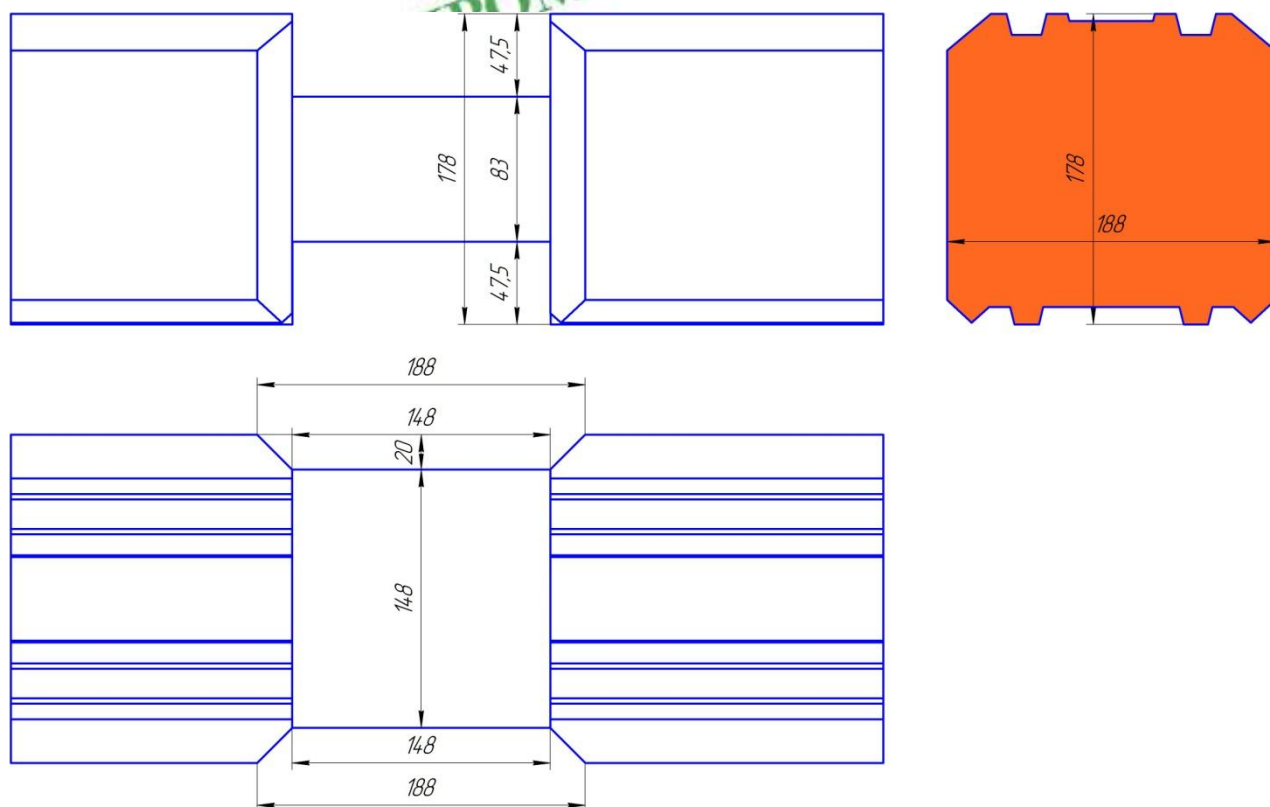

Рис. 19. Пример настройки на профильный брус с замком под 45 градусов.
- вертикальные фрезы устанавливаются так же в одной плоскости для обработки прямого замка и замка с углом 45 градусов (рис. 19), при этом торец цилиндрической фрезы по своей базе должен совпадать с торцами горизонтальных фрез, находится с ними в одной плоскости. Полученный размер должен быть одинаковым с использованием проставочных колец;